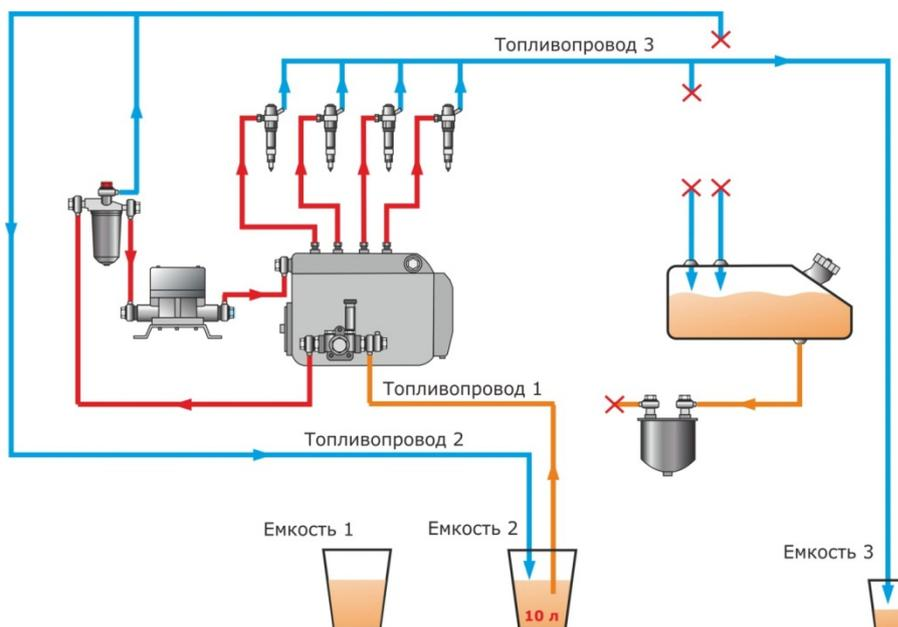

Рисунок 93 — Схема топливной системы при контрольном проливе
- 1) Залить топливо в емкость 1. Объем топлива должен быть достаточным для развоздушивания топливной системы и прогрева двигателя (см. рисунок 93).